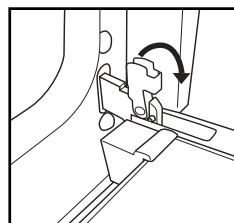

Fig. 1
2. Soulevez les deux loquets en les poussant au maximum vers l'avant (fig. 1)
1. Insérez la grille horizontalement, avec la partie surélevée « A » orientée vers le haut (Fig. 1).